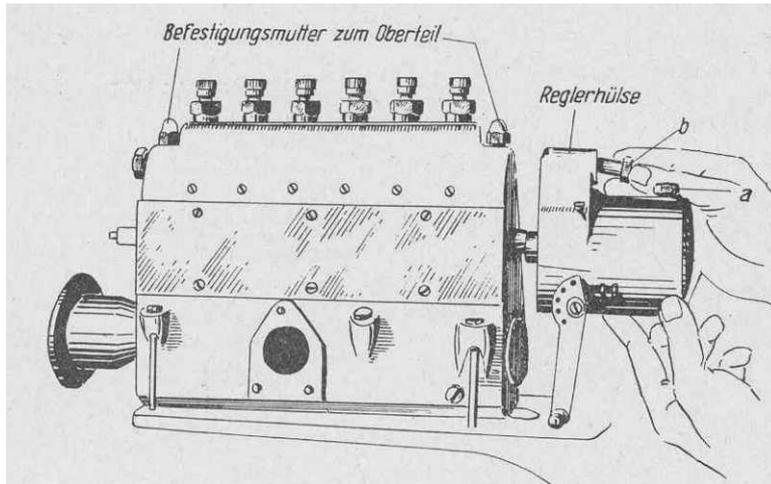

Bild 1. Der Regler an der Deutz Pumpe wird abgenommen
1. Schraube für den Leerlauf a ganz zurückdrehen (Bild 1)